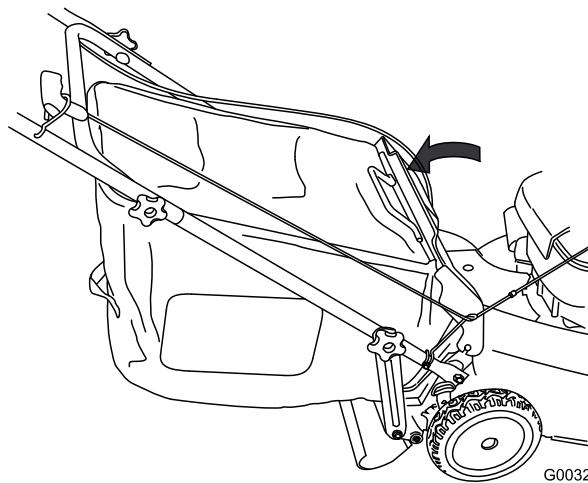

Figura 26
- Baje la puerta trasera (Figura 26).